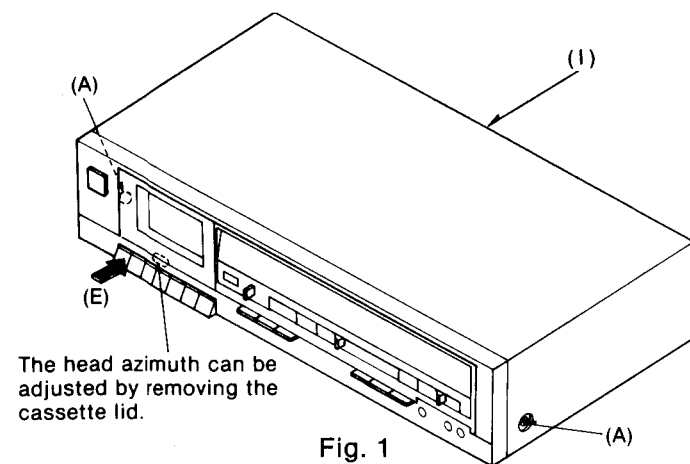

Fig. 1
- Si la corriente de borrado es mayor que 165mA, cortar el hilo del puente (Ver la Fig. 1).
Nota: Antes de medir y ajustar la respuesta de frecuencia total, asegurarse de la respuesta de frecuencia de reproducción. (Para el método de medida, sírvase consultar la respuesta de frecuencia de reproducción). (Se fija el compensador de grabación.) 1. Efectuar las conexiones tal como se muestra en la Fig. 11. 2. Poner la UNIDAD en el modo de cinta normal y cargar la cinta de prueba (QZZCRA). 3. Aplicar una señal de 1kHz desde el oscilador de AF a través de ATT a LINE IN. 4. Ajustar el ATT de forma que el nivel de entrada sea de -20dB por debajo del nivel estándar de grabación (nivel estándar de grabación = 0VU). 5. Ajustar el oscilador de AF para generar señales de 1kHz, 50Hz, 100Hz, 200Hz, 500Hz, 4kHz, 8kHz y 10kHz y grabar, estas señales en la cinta de prueba. 6. Reproducir las señales grabadas en el paso 6, y comprobar si la curva de respuesta de frecuencia está dentro de los límites mostrados en el gráfico de respuesta de frecuencia total para las cintas normales (Fig. 10). (Si la curva está dentro de las especificaciones del gráfico, seguir con los pasos 7, 8 y 9). Si la curva no está dentro de las especificaciones del gráfico, ajustar de la forma siguiente: Ajuste A: Cuando la curva excede las especificaciones del gráfico de respuesta de frecuencia total (Fig. 10) tal como se muestra en la Fig. 12. 1) Aumentar la corriente de polarización girando VR7 (L-CH) y, VR8 (R-CH). (Ver la Fig. 1 de la página 4). 2) Repetir los pasos 5 y 6 para confirmación (Seguir con los pasos 7, 8 y 9 si la curva está ahora dentro de las especificaciones del gráfico de la Fig. 10). 3) Si la curva todavía excede las especificaciones (Fig. 10), aumentar aún más la corriente de polarización y repetir los pasos 5 y 6. Ajuste B: Cuando la curva está por debajo de las especificaciones del gráfico de respuesta de frecuencia total (Fig. 10) tal como se muestra en la Fig. 13. 1) Reducir la corriente de polarización girando VR7 (L-CH) y VR8 (R-CH). 2) Repetir los pasos 5 y 6 para confirmación. (Seguir con los pasos 7, 8 y 9 si la curva está ahora dentro de las especificaciones del gráfico de la Fig. 10.) 3) Si la curva todavía cas por debajo de las especificaciones del gráfico (Fig. 10), reducir aún más la corriente de polarización y repetir los pasos 5 y 6. 7. Poner la UNIDAD en el modo de cinta CrO₂. 8. Cambiar la cinta de prueba a QZZCRX y grabar señales de 1kHz, 50Hz, 100Hz, 200Hz, 500Hz, 4kHz, 8kHz 10kHz y 12,5kHz. Luego, reproducir las señales y comprobar si la curva está dentro de los límites mostrados en el gráfico de respuesta de frecuencia total para las cintas CrO₂ (Fig. 14). 9. Poner la UNIDAD en modo de cinta a Metal y cambiar la cinta de prueba a QZZCRZ, y grabar señales de 1kHz, 50Hz, 100Hz, 200Hz, 500Hz, 4kHz, 8kHz, 10kHz y 12,5kHz. Luego, reproducir las señales y comprobar si la curva está dentro de los límites mostrados en el gráfico de respuesta de frecuencia total para las cintas de Metal (Fig. 14). 10. Asegurarse de que las tensión de polarización sean aproximadamente las que se indican a continuación cuando el aparato esté colocado en un modo de cinta distinto. • Medir la tensión en la cabeza utilizando el VTVM.